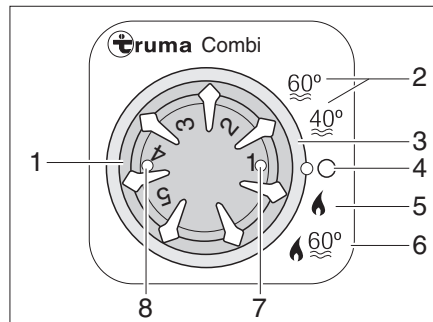

Fig. 293 Centralina di controllo per riscaldamento/boiler
- Impostare la modalità di funzionamento tramite l'interruttore girevole (Fig. 293,3).
Il riscaldamento seleziona da solo lo stadio necessario del bruciatore a seconda dello stadio di riscaldamento regolato. Durante la modalità di funzionamento "Riscaldamento e boiler" (Fig. 293,6) si riscalda anche l'acqua nel boiler. Nella modalità di funzionamento "Riscaldamento senza boiler" (Fig. 293,5) il riscaldamento può funzionare anche con boiler vuoto.
- Posizionare la manopola della temperatura (Fig. 293,1) della centralina di controllo sullo stadio di riscaldamento desiderato.
- Posizionare l'interruttore girevole (Fig. 293,3) sul funzionamento invernale "Riscaldamento senza boiler" (Fig. 293,5) o sul funzionamento invernale "Riscaldamento e boiler" (Fig. 293,6).
La spia di controllo verde (Fig. 293,7) si accende.
- Posizionare l'interruttore girevole (Fig. 293,3) su "O" (Fig. 293,4).